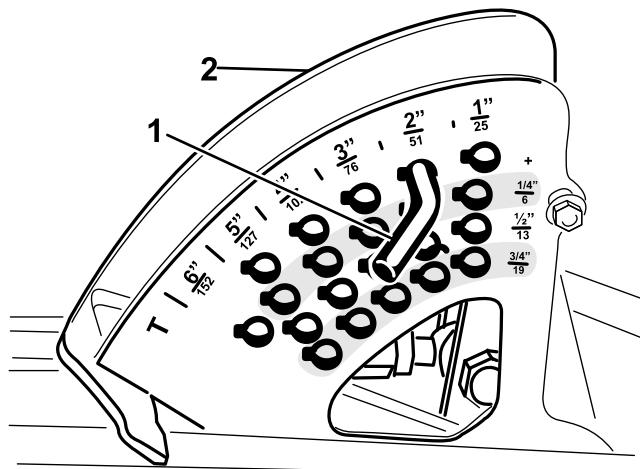

Bild 3
3. Merken Sie sich für die Montage die Position des Schnitthöhenstifts in der Schnitthöhenhalterung (Bild 3). Nehmen Sie den Schnitthöhenstift aus der Schnitthöhenhalterung.
6. Stecken Sie den Schnithöhenstift an der gewünschten Schnithöhe in die Schnithöhenhalterung (Bild 3).